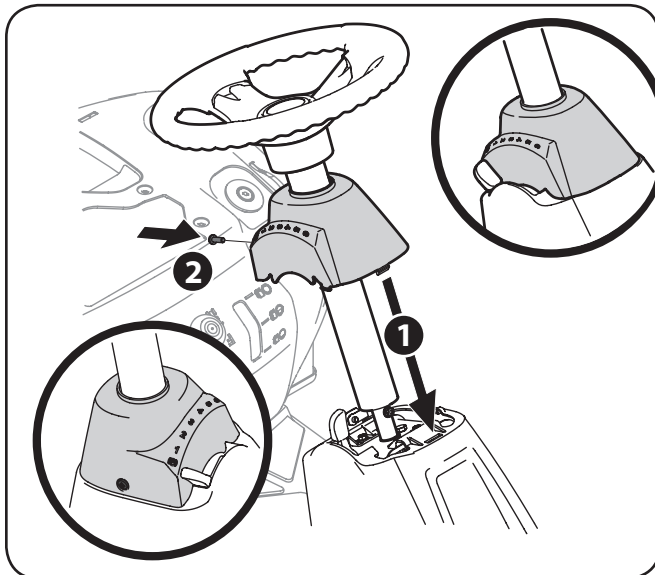

Figura 3-3
7. Deslice la tapa del Pedestal hacia el tractor (1) y gire ligeramente a la derecha para el clip en su lugar. Fije el pedestal con el tornillo hexagonal (2) retirado. Vea la Figura 3-3.